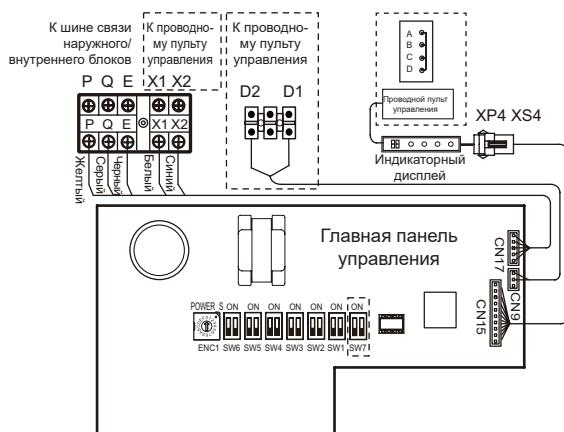

Рисунок 7.10
- Порты X1/ X2, D1/ D2, расположенные по бокам главной платы, управления, и порт односторонней связи (расположенный сбоку платы дисплея) предназначены для различных типов проводных пультов управления (см. рисунок 7.10).